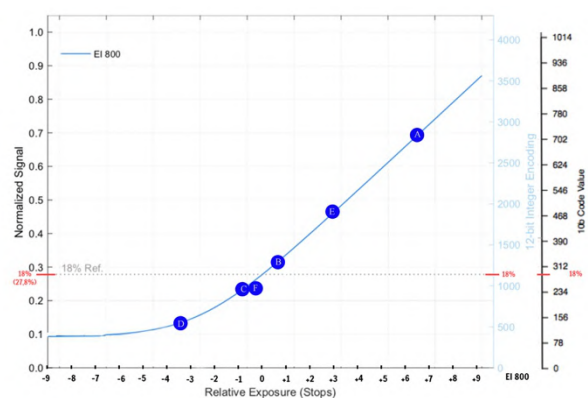

Figura 83. Alexa 35 4.6K 16:9 4608x2592 Arriraw HDE. EI800. ND 0.6 OBT 172.6 6500K. Textura P425Cosmetic. LogC4 a Rec 709. Lente Signature 58mm T 5.6 2/3
En este otro fotograma (figura 83), la modelo contra el cielo iluminado del fondo tiene toda la textura no sólo en el rostro sino también en el pelo (D), y el cielo (A) conserva todo el detalle en las nubes y sus diferentes luminosidades.